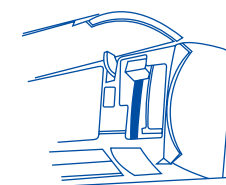

Рис. 16
- 4) Подсоедините проводники кабеля к соответствующим клеммам (рис. 16).